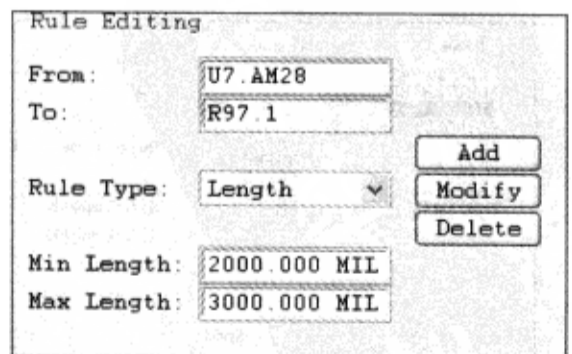

图 3-9-32 设置约束
(2) 在“Rule Editing”区域的“Rule Type”栏选择“Length”，在“Min Length”栏输入“2000MIL”，“Max Length”栏输入“3000MIL”，如图 3-9-32 所示。